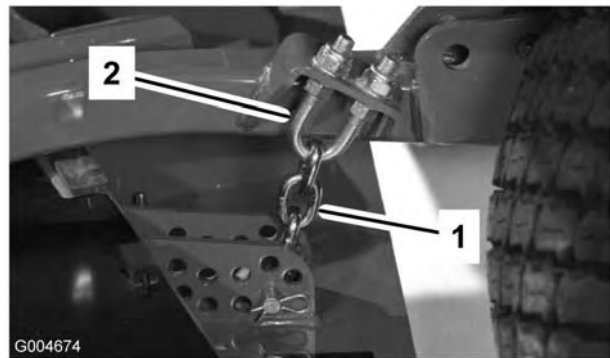

Bild 86
1. Lockern Sie die Klemmmuttern an der Ober- oder Unterseite des U-Bügels an der Schnitthöhenkette (Bild 86).